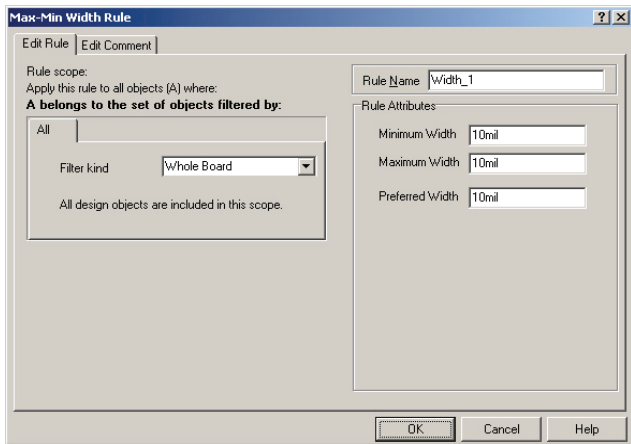

图 6-70 “Max-Min Width Rule” 对话框
- 10) Width Constraint: 该选项可以设置走线的最大和最小宽度。双击该选项，系统将会弹出如图 6-70 所示的“Max-Min Width Rule (走线宽度设置)”对话框。